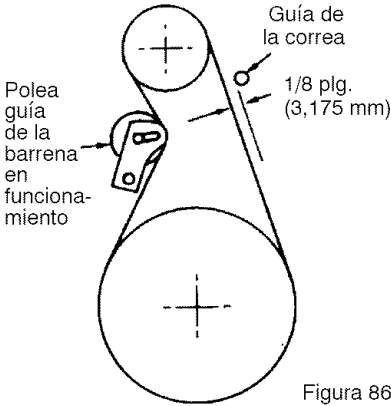

Figura 86
3. Mida la distancia entre la guía de la correa y la correa. La distancia debe ser de 1/8 de pulgada (3,175 mm) para la guía. (Figura 86).